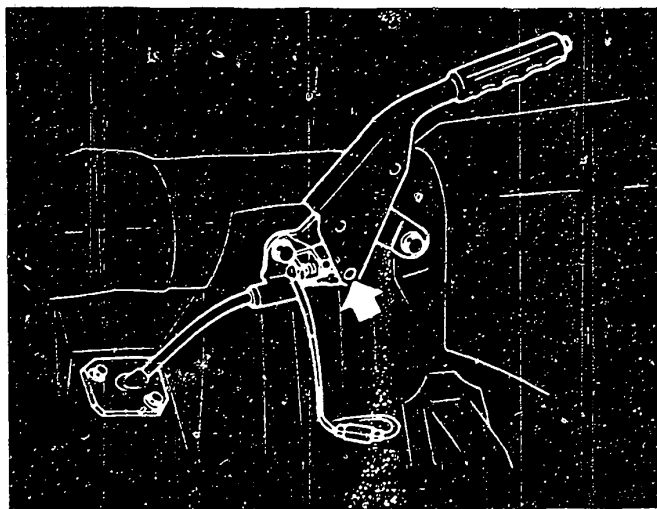

Bild 57 Um das vordere Teil des Handbremsseils zu ersetzen, muss der Haltestift am Handbremshebel (Pfeil) zerstört werden.
**f) Die Handbremsbetätigung** erfolgt mit Seilzügen auf die hinteren Brems Scheiben. Die Handbremse ist so einzustellen, dass sie mit einer Kraft von 196N auf 8...9 Rasten gezogen werden kann. Die Einstellung erfolgt von der Fahrzeug-Unterseite her (Bild 57).